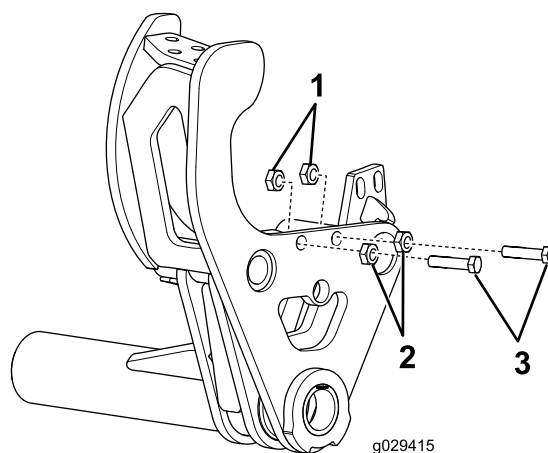

Figura 3
1. Instale 2 pernos (M16—2.00 x 70 mm), 2 tuercas de bloqueo (M16) y 2 contratuercas (M16) en el soporte de montaje del bastidor como se muestra en Figura 3.